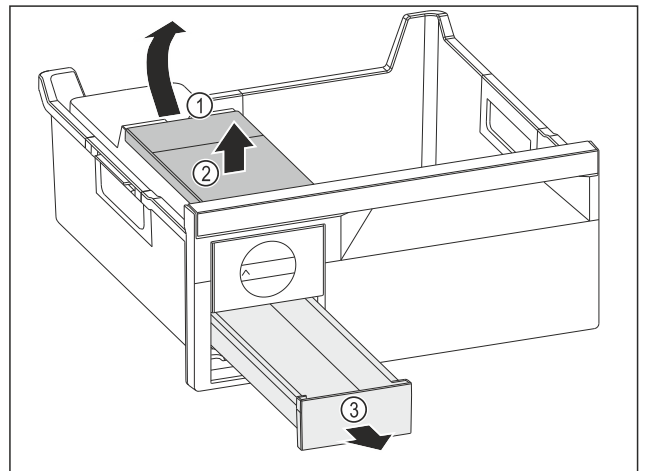

Fig. 144
► Retirer le réservoir d'eau : Soulever le réservoir d'eau hors de l'évidement Fig. 144 (1).
► Retirer le réservoir d'eau Fig. 144 (2) vers le haut.
► Retirer le compartiment à glaçons Fig. 144 (3) vers l'avant.